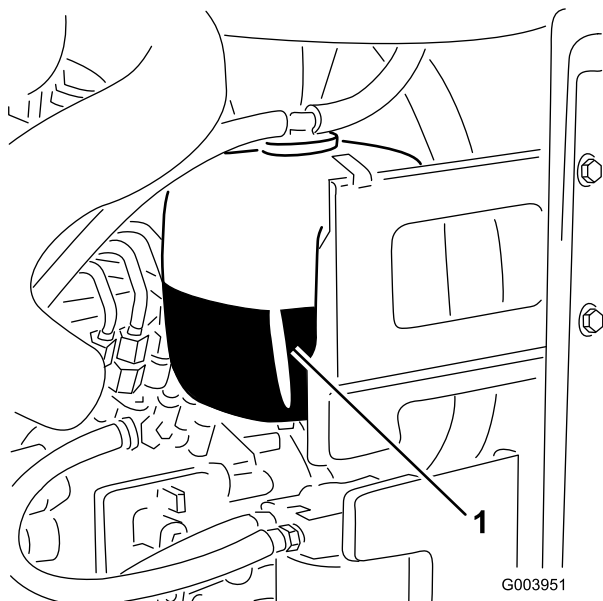

Figura 71
1. Compruebe el nivel de refrigerante en el depósito de expansión (Figura 71).